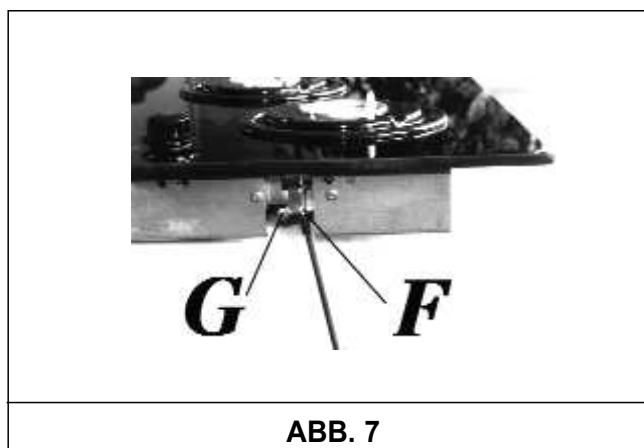

ABB. 7
- Die Befestigungshaken mit den Schrauben "G" in den entsprechenden Aufnahmen des Untergehäuses anbringen (siehe Abb. 7).